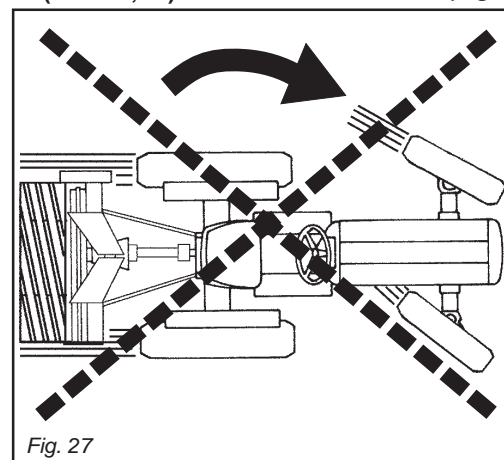

Fig. 27
Durante il lavoro evitare di effettuare curve con la macchina interrata, ne tantomeno lavorare in retromarcia (Fig. 27, 28).
*During work, avoid turning corners while the implement is soil working. Never work in reverse (Fig. 27, 28).*
Vermeiden Sie es, die Maschine unbelastet (außerhalb der Erde) laufen zu lassen. Wenn das Gerät unterirdisch arbeitet, keine Kurven fahren und auch nicht rückwärts fahren (Abb. 27, 28).
Évitez de faire tourner l'appareil à vide (hors du sol). Pendant le travail évitez les virages quand la houe est enterrée ou bien en marche arrière. Relevez toujours l'appareil lors des changements de direction et des inversions de marche (Fig. 27, 28).
Evitar hacer girar en vacío (no apoyada sobre el terreno) la máquina. Durante el trabajo evitar efectuar curvas con la máquina enterrada y no trabajar marcha atrás. Alzarla siempre para cambiar de dirección y para las inversiones de marcha (Fig. 27, 28).